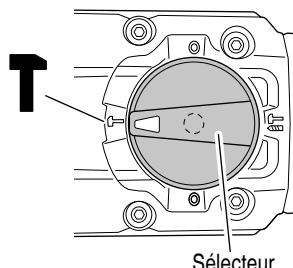

Fig. 13
- (1) Commutation sur "percussion"
- (b) Alignez ▲ du levier du sélecteur et **T** du couvercle de la manivelle comme illustré à la Fig. 13.